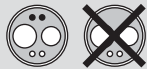

Abb. 1
- Diese Kupplung kann an einen Lichtschlauch mit Loch nach ISO-Standard 4 angeschlossen werden (Abb. 1).